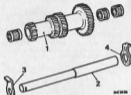

Abb. F.15
- Das Abtriebswellenlager (1) ausbauen
28. Kleine Druckscheibe von Vorgelegewellenrad abnehmen, Vorgelegerrad und größere Druckscheibe ausbauen, Abb. F.15.